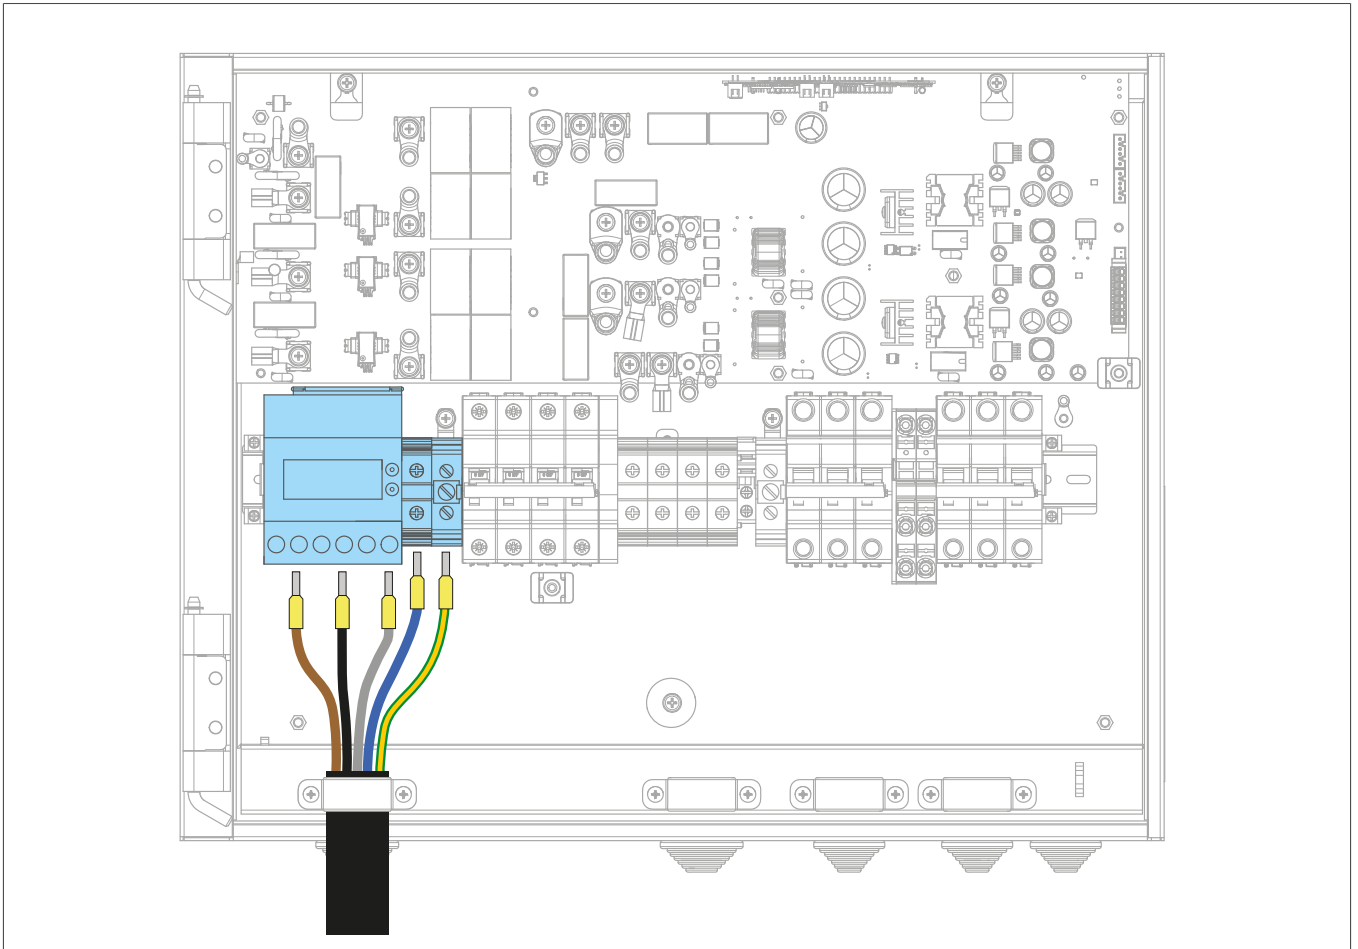

Bild 25: Anschluss des Energiezählers
- 5 Die Adern auflegen (siehe Bild 25).